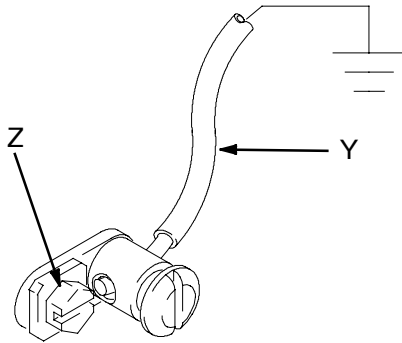

Abb.1
1. *Pumpe:* Benutzen Sie ein Erdungskabel und eine Klemme. Siehe Abb.1 Die Erdungsschraube (Z) entfernen und durch die Öse der Ringklemme am Ende des Erdungskabels (Y) einführen. Die Erdungsschraube wieder an der Pumpe befestigen und gut festziehen. Das andere Ende des Kabels mit einer guten Erde verbinden. Erdungskabel und Klemme mit Teile- Nr. 222011 bestellen.